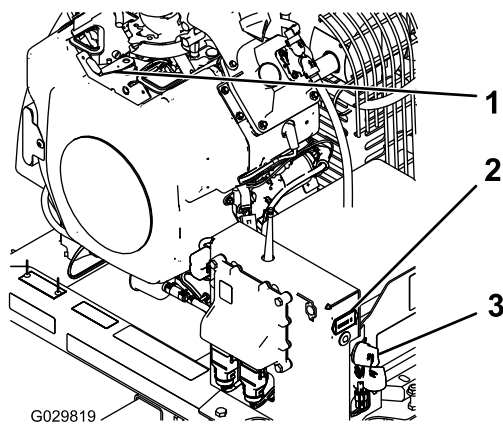

Figura 15
- Gire la llave de contacto a la posición de ARRANQUE (Figura 15).
- Si va a abandonar la máquina, gire la llave a la posición de DESCONECTADO y retírela del motor (Figura 15).